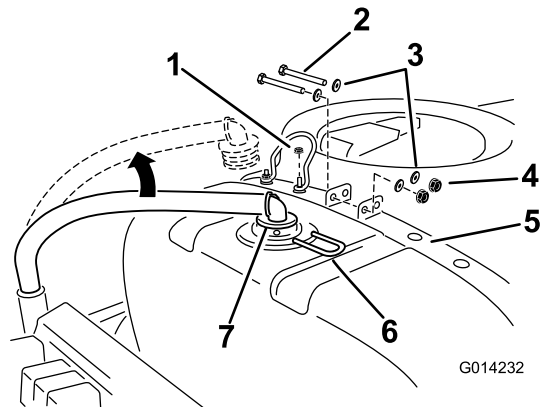

Figura 7
5. Desconecte la manguera de suministro en la parte trasera y superior del depósito principal (Figura 7).